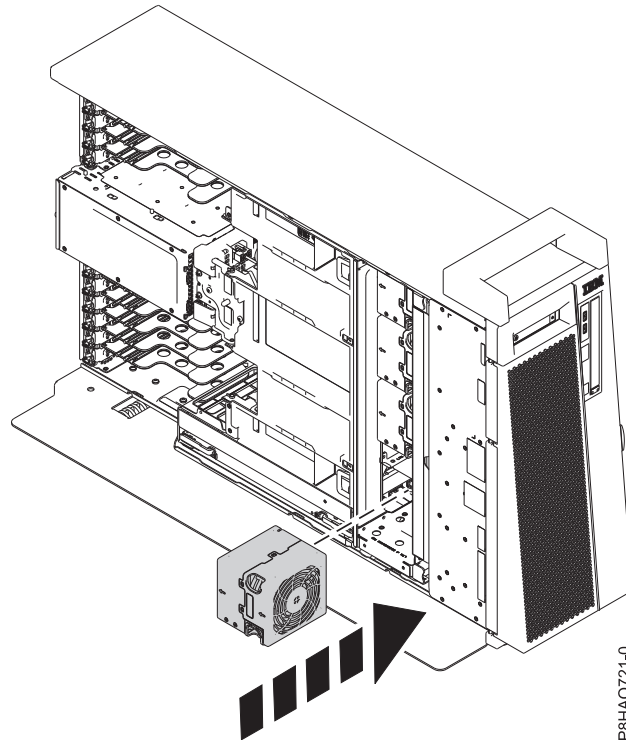

図 6. スタンドアロン型システムでのファンの再取り付け
- a. スタンドアロン型システムの場合は、8 ページの図 6 に示すように、ファンの陶器製のタッチ・ポイントを同時につまんだまま、ファンをスロットに滑り込ませます。
- b. 8 ページの図 6 に示すように、ファンをスロットに押し入れて取り付けてから、所定の場所にロックします。